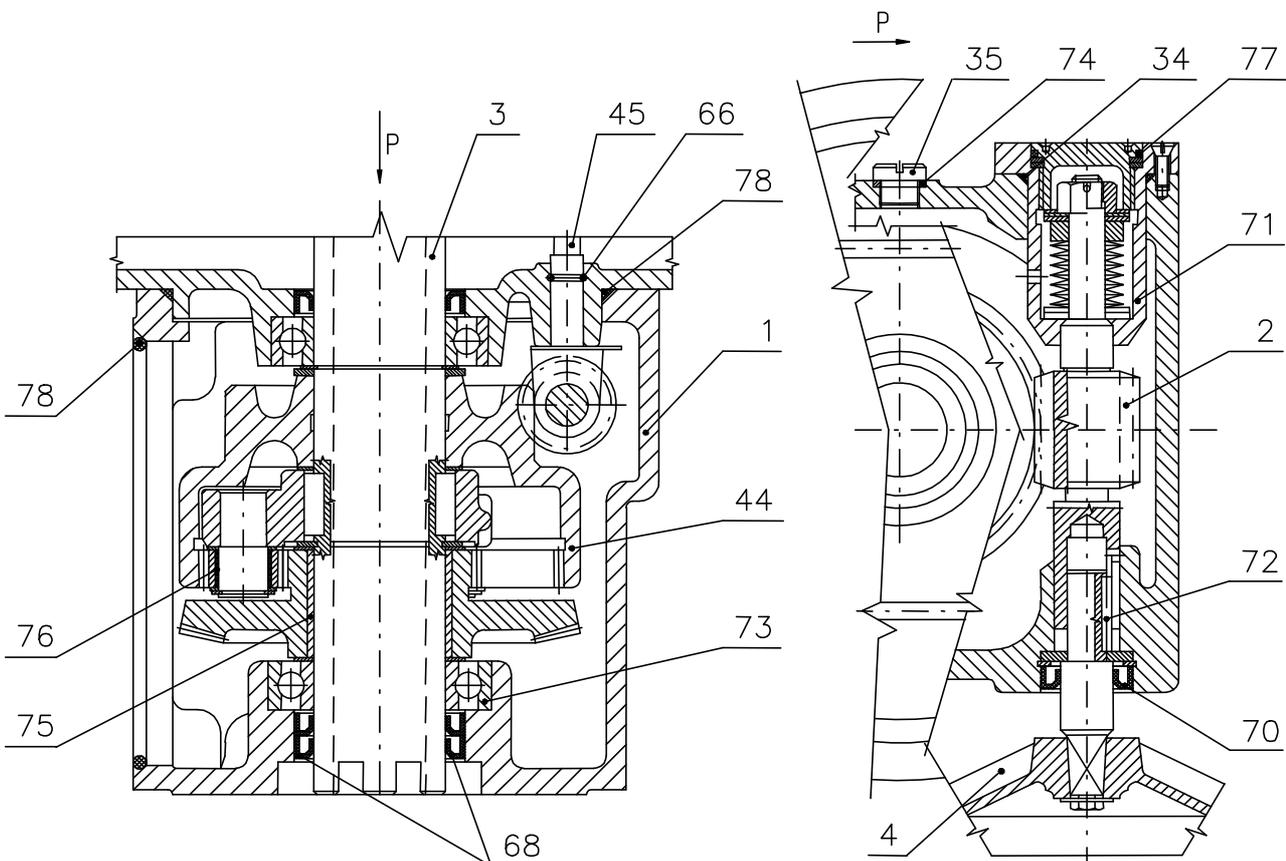

Рис. 2
### Модуль М3 – силовая передача с ручным управлением (рис.2)
Данный модуль трансформирует вращательное движение выходного вала (3), рис. 2, на прямоходное движение выходной тяги (83). Бронзовая соединительная гайка (84) с трапецевидной резьбой засунута в зубы выходного вала (3). Направляющая скоба (85) препятствует поворачиванию выходной тяги (83) и одновременно выполняет функцию указателя позиции. Указатели позиции "O" и "Z" размещены на несущих стойках ЭП (87).